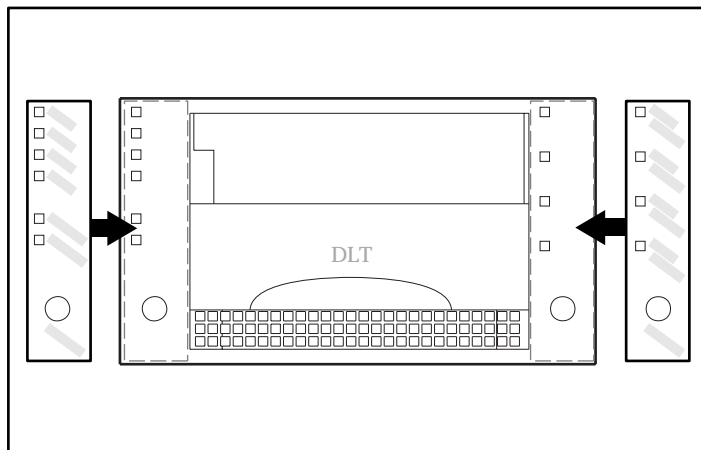

図13: フロントパネルのラベルを貼る
1. キットに同梱のラベルから左右のフロントパネルのラベルを取り出します。フロントパネルにラベルを貼ります。図13を参照してください。
2. 最初のドライブのSCSIコネクタ②にターミネータが取り付けられている場合は、ターミネータを取り外します。
3. 最初のドライブのSCSIコネクタ②と次のドライブのSCSIコネクタ③をSCSIケーブルで接続してテープドライブを接続します。